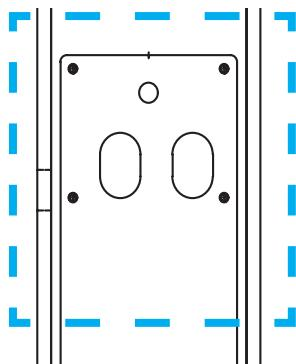

Fig.5
- Demontieren Sie die UNTERE ABDECKPLATTE (Fig.5).**
Dismantle the LOWER COVER PLATE (Fig.5).